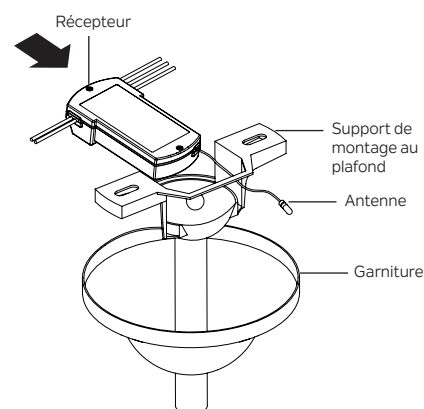

Fig. 1
Étape 1. Insérez le récepteur dans le support de montage au plafond, le côté plat du récepteur faisant face au plafond. (**Fig. 1**) Pour de meilleures performances, assurez-vous que le fil d'antenne noir (à l'extrémité du récepteur) reste tendu et ne s'emmêle pas avec les fils électriques.